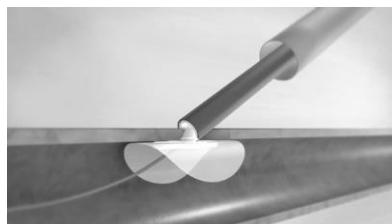

Figure 13. Position de la tamponnade, implant juxtaposé à l'artéiotomie
- Continuer à retirer le dispositif d'une graduation et demie (soit trois graduations et demie au total). À ce stade, une légère résistance tactile pourra être ressentie. Elle correspond à l'ancrage de l'implant contre la lumière interne de la paroi artérielle. Il s'agit là de la position de tamponnade. L'implant contrôle désormais les saignements provenant de l'artéiotomie. Figure 13.